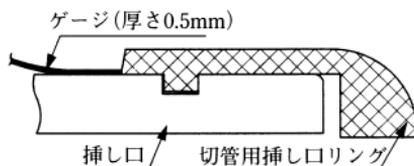

図63 挿し口外面からの浮き量チェック
⑥全てのシャコ万力を取り外す。
⑦再度、切管用挿し口リングが浮いていないことを、切管用挿し口リングと挿し口外面との間に0.5mmの隙間ゲージが全周にわたって入らないことにより確認する(図63参照)。